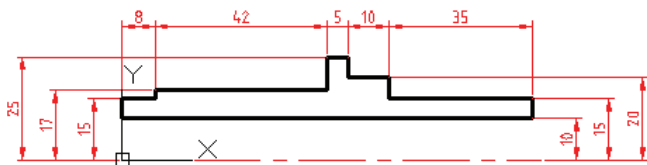

图 9-52 绘制二维图形
- 1) 新建一个图形文件，使用直线命令在图形区域绘制图 9-52 所示的二维图形。